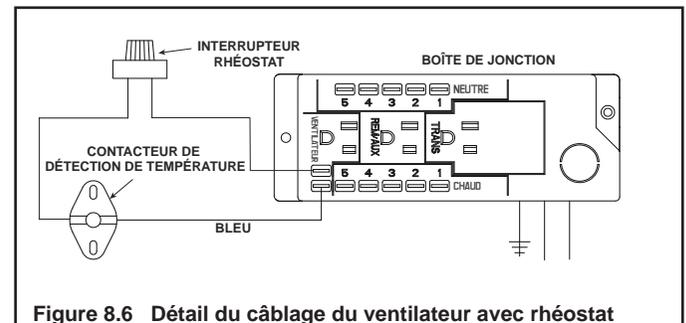

Figure 8.6 Détail du câblage du ventilateur avec rhéostat
- Connectez les fils du contacteur de détection de température et du rhéostat à la boîte de jonction, comme indiqué à la figure 8.6.